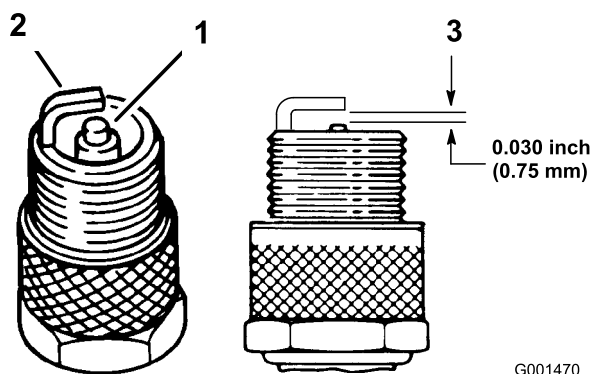

Figure 25
1. Examinez le centre des bougies (Figure 25). Si le bec de l'isolateur est recouvert d'un léger dépôt gris ou brun, le moteur fonctionne correctement. S'il est couvert d'un dépôt noir, c'est généralement signe que le filtre à air est encrassé.
2. Contrôlez l'écartement entre l'électrode centrale et l'électrode latérale (Figure 25). Courbez l'électrode latérale (Figure 25) si l'écartement est incorrect.
3. Connectez les bougies (Figure 25).